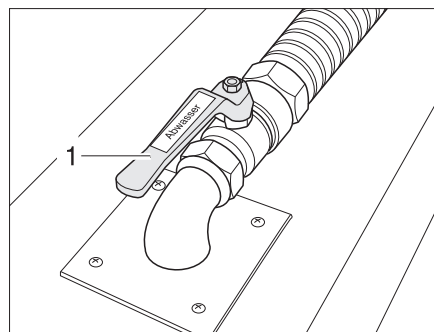

Fig. 371 Robinet d'évacuation des eaux usées
Le robinet d'évacuation des eaux usées (Fig. 371,2) est monté dans le double plancher. Le robinet d'évacuation est noir et identifié par le marquage "Abwasser" ("Eaux usées").
- Ouvrir le robinet d'évacuation des eaux usées (Fig. 371,1). Les eaux usées s'écoulent.